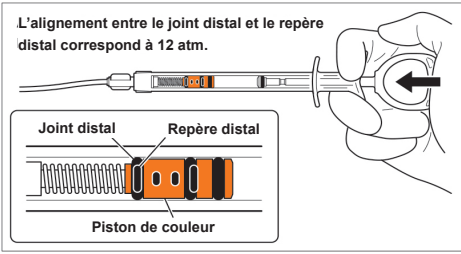

Figure 5 : Alignement entre le joint distal et le repère distal
d. Effectuer un test de gonflage du système en enfonçant la tige du plongeur jusqu'à ce que le joint distal noir du piston orange soit aligné sur le repère distal noir de la seringue de gonflage (voir Figure 5). Si le joint et le repère noir ne sont pas alignés, déconnecter la seringue de gonflage et la tubulure d'extension et recommencer la procédure de préparation.
- a. Enfoncer lentement la tige du plongeur de la seringue de gonflage pour gonfler le ballonnet. La pression doit augmenter lentement (3 à 5 secondes) jusqu'à ce que le piston orange atteigne le fond (le joint distal noir du piston arrive au repère distal noir de la seringue de gonflage - voir Figure 5). S'ils ne sont pas alignés, dégonfler le ballonnet et retirer le dispositif XprESS, puis effectuer un test de gonflage (comme décrits aux étapes 2.d et 2.e de la section Préparation du système). L'alignement du repère distal et du joint distal garantit que la pression de 12 atm est atteinte.